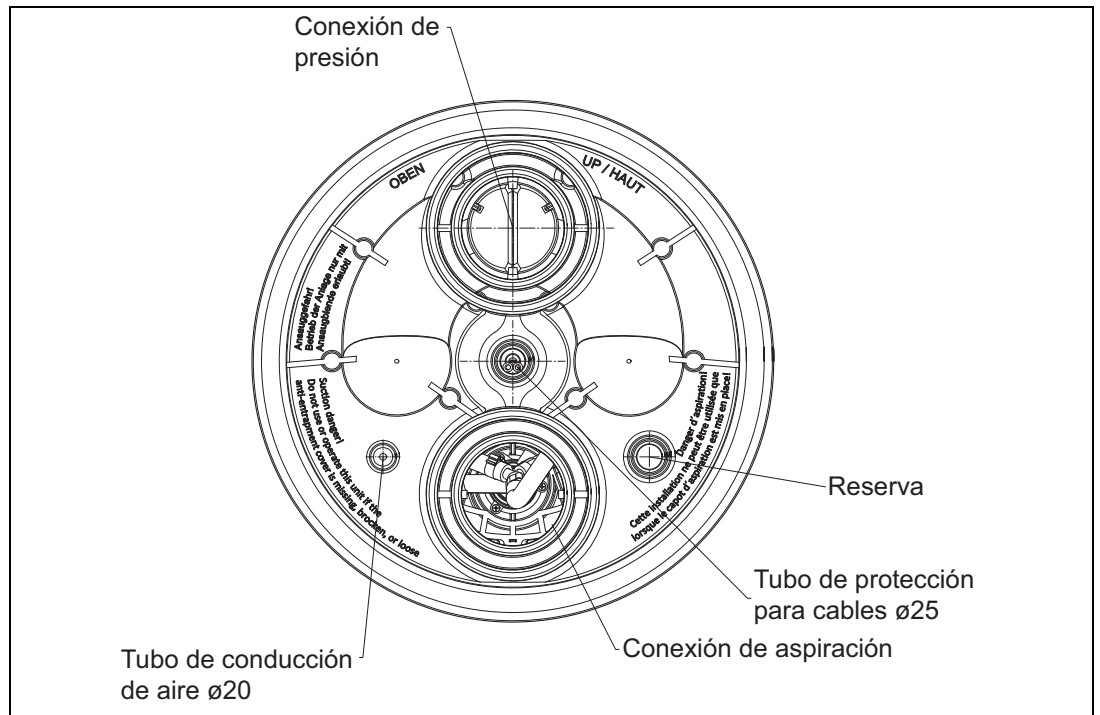

Fig. 9
1. Pegamento del tubo de protección para cables y el tubo de conducción de aire externo (*Fig. 9*).